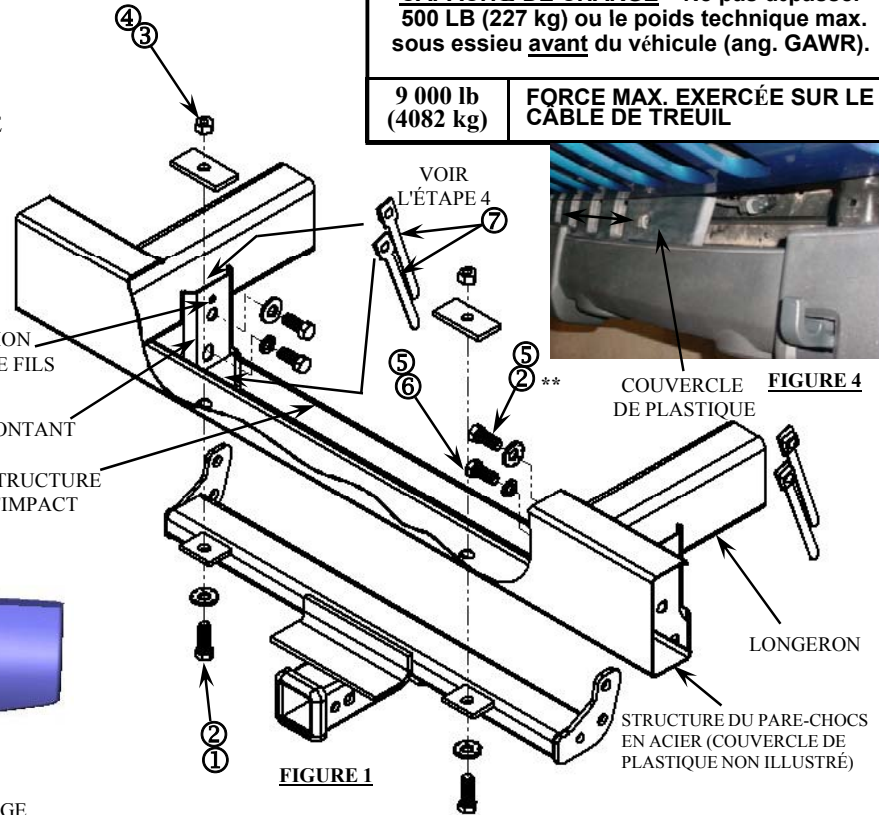

FIGURE 1
- RETIRER LES FIXATIONS DU FAISCEAU DE FILS SUR LE MONTANT COMME ILLUSTRÉ À LA FIGURE 1.
- GLISSER L'ATTELAGE EN POSITION SELON LES FIGURES 1 ET 3. SANS TROP SERRER, POSER LES FIXATIONS 1 À 4 AUX POINTS INDICQUÉS DU PARE-CHOC.